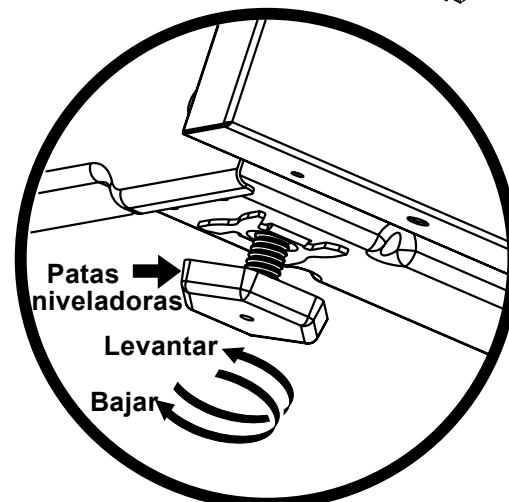
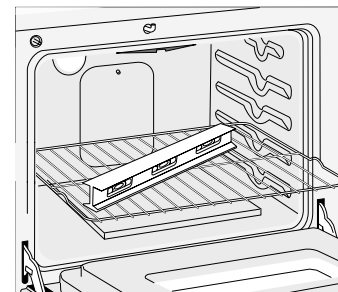

Figura 11
Figura 15
3. Verifique si la cocina está nivelada colocando una parrilla en el centro del horno y poniendo un nivel sobre esta (figura 15).
2. Ponga un nivel sobre la parrilla (figura 15). Tome dos lecturas con el nivel puesto diagonalmente en una dirección y después en la otra. Nivele la estufa, si es necesario, ajustando las 4 patas niveladoras con una llave de tuercas (figura 11).